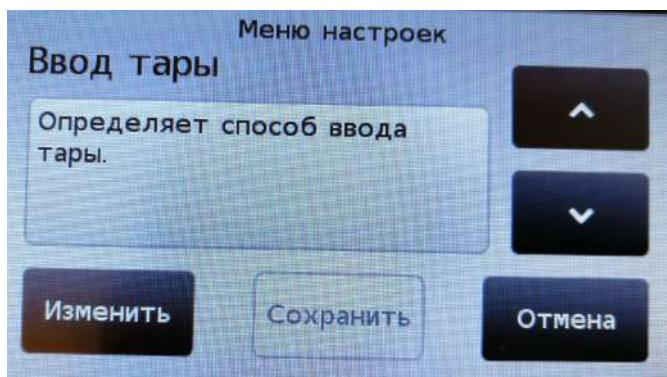

Рис. 8.3.1. Установка режима ввода значения тары.
8.3.1. Войдите в меню установки режимов работы (см. п. 8.1.1, стр. 8), кнопками «^» и «v» выберите пункт «Ввод тары» (см. рис. 8.3.1) и нажмите на кнопку «Изменить».